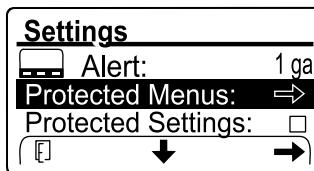

Рисунок 108
1. Введите ПИН-код для опции PROTECTED MENUS (Защищенные меню) (Рисунок 108), см. Доступ к защищенным меню (страница 26).